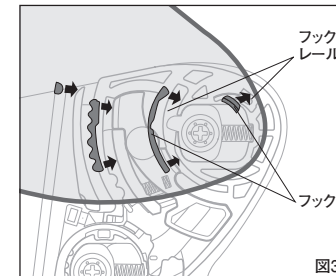

図3
- ③シールドを全開位置状態に合わせ、フックをフックレールに差し込みます(図3)。